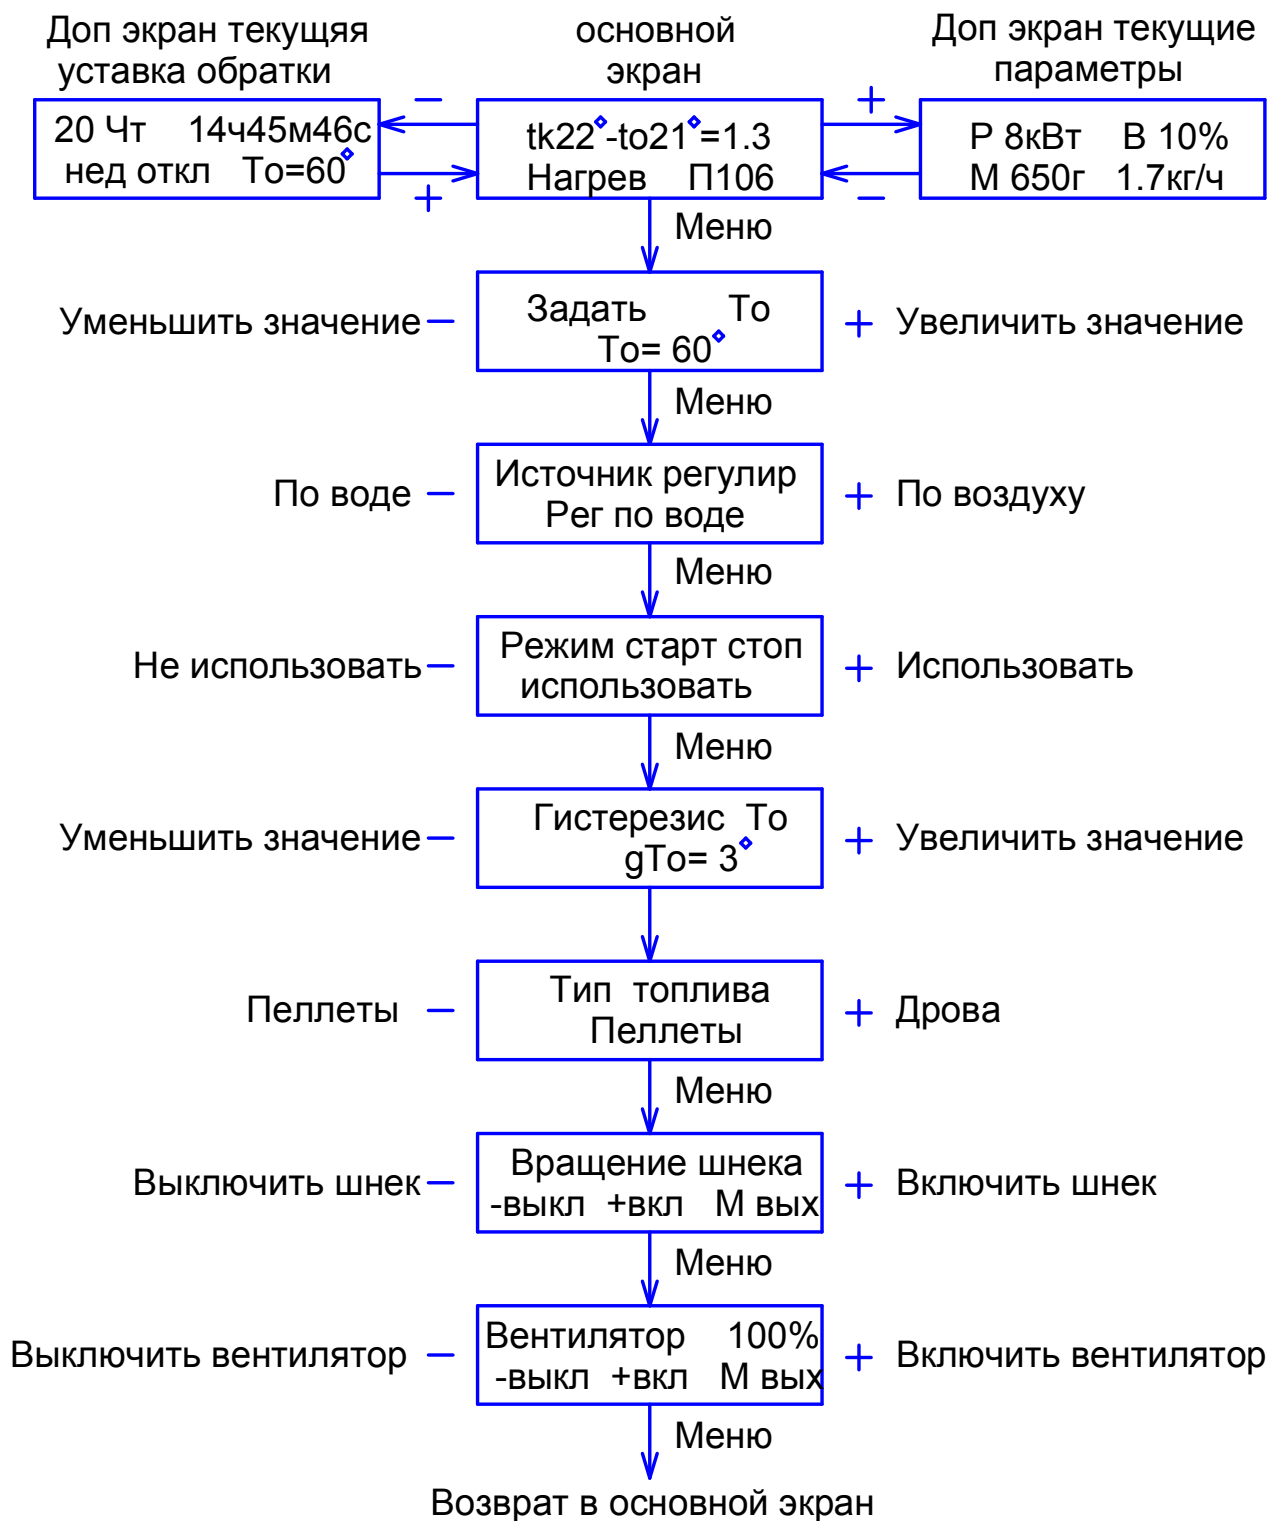

Рис.13. Меню пользователя.
6.3.1. Коротким нажатием кнопки "Меню" производится вход в меню пользователя, в котором собраны наиболее часто используемые параметры. Структура меню пользователя представлена на Рис.13.